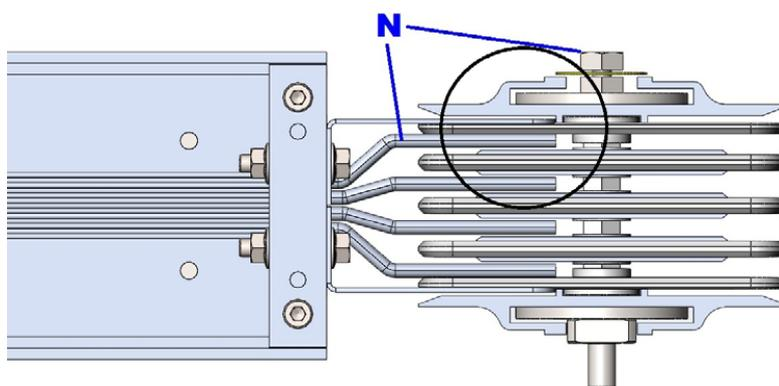

Рисунок 11
6.3 Подсоедините соединитель к шинопроводу соблюдая соответствие фазировки (рисунок 11).